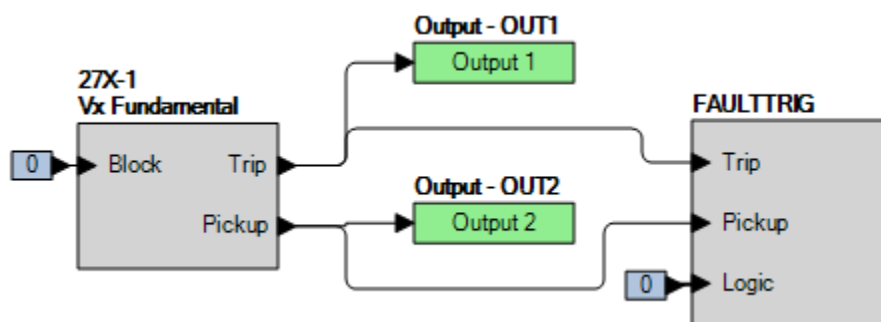

Figure 67-4. Paramètres BESTLogicPlus (mode Vx - Fondamental)
Étape 2 : Utilisez *BESTCOMSPPlus* pour configurer la Logique programmable *BESTlogicPlus* illustrée dans la Figure 67-4.
Étape 4 : Préparez la surveillance de l'exécution de la fonction 27X-1. Cette exécution peut être vérifiée en surveillant la sortie OUT2 (voir Figure 67-4).
Étape 2 : Utilisez *BESTCOMSPi* pour configurer la Logique programmable *BESTLogicPi* illustrée dans la Figure 67-4.